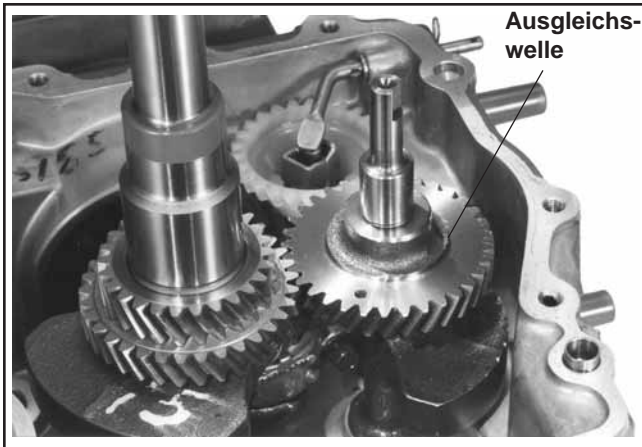

Abbildung 9-49. Ausbau der Ausgleichswelle.
1. Entfernen Sie die Ausgleichswelle aus dem Kurbelgehäuse. Siehe Abbildung 9-49.